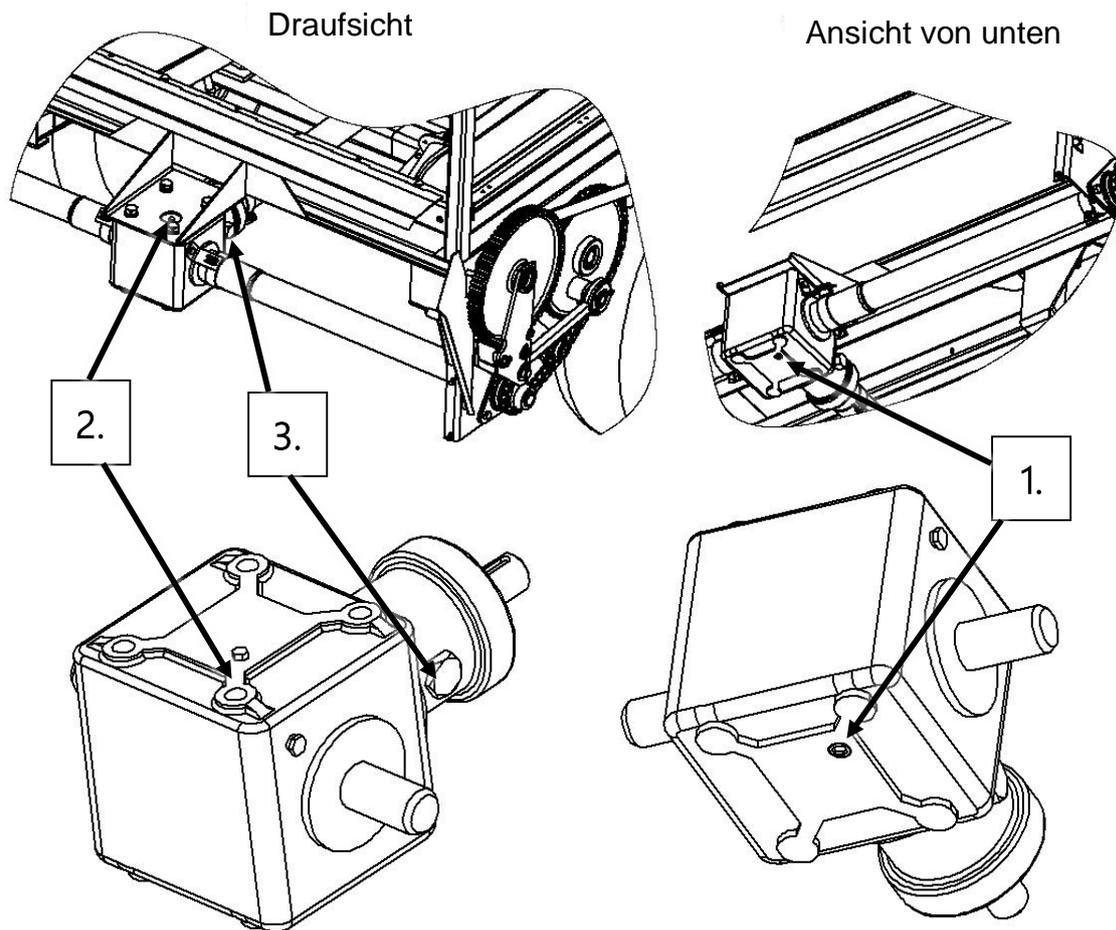

Abbildung 22. Getriebekasten
- Das Öl wird über die Ablassschraube (Pos. 1, Abb. 22) auf der Unterseite des Gehäuses abgelassen. Das Öl muss sofort nach dem Betrieb der Maschine, solange es warm ist, in einen dafür bereitgestellten Behälter abgelassen werden.
- Das Getriebe wird über die Öffnung des Entlüftungsventils (Pos. 2, Abb. 22) im oberen Teil des Gehäuses mit Öl gefüllt.
- Der richtige Ölstand kann bei waagrecht aufgestelltem Miststreuer mithilfe des Schauglases (Pos. 3, Abb. 22) geprüft werden, dass sich in der Fassung der Lager befindet.